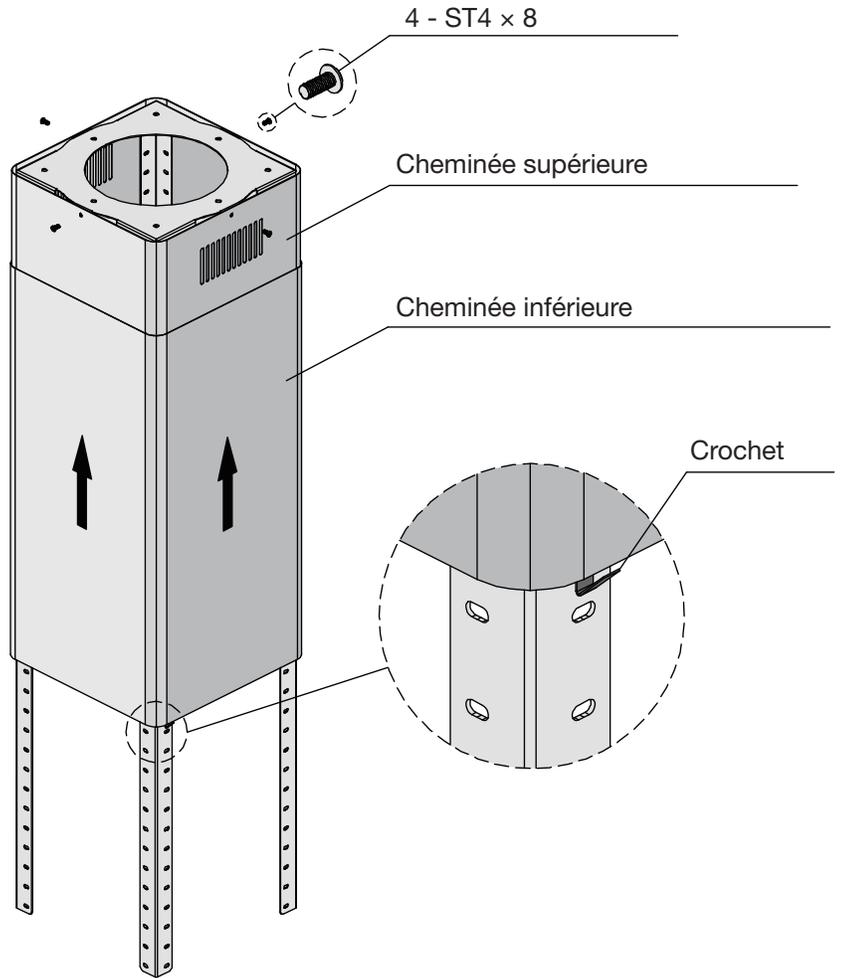

Figure 3
- Insérer les crochets dans le support de fixation pour tenir en place de façon temporaire la cheminée. Voir la figure 3.